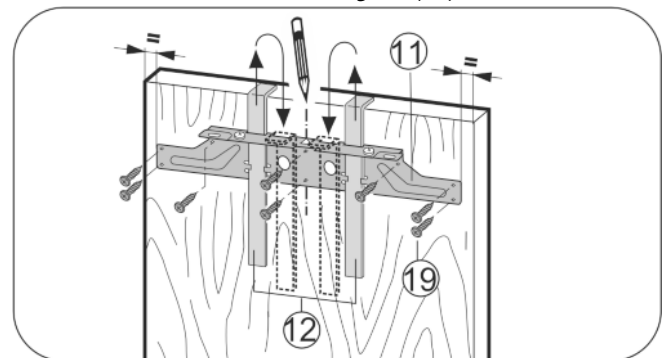

Fig. 28
- ▶ Enganche el travesaño de fijación Fig. 28 (11) con las ayudas de montaje Fig. 28 (12) en la cara interior de la puerta del mueble.
- ▶ Alinee el travesaño de fijación Fig. 28 (11) centrado en la puerta.
- ▶ Alinee el travesaño de fijación (11) centrado en la puerta.
- ▶ Burlete a la izquierda: Desplace el travesaño de fijación (11) 1/4 (6 mm) hacia la izquierda.
- ▶ Burlete a la derecha: Desplace el travesaño de fijación (11) 1/4 (6 mm) hacia la derecha.
- ▶ Atornille el travesaño de fijación Fig. 28 (11) con 6 tornillos Fig. 28 (19) como mínimo.
- ▶ Atornille el travesaño de fijación Fig. 28 (11) con 4 tornillos Fig. 28 (19) en el borde.
- ▶ Extraiga las ayudas de montaje Fig. 28 (12) hacia arriba e introdúzcalas invertidas en los orificios de alojamiento adyacentes.